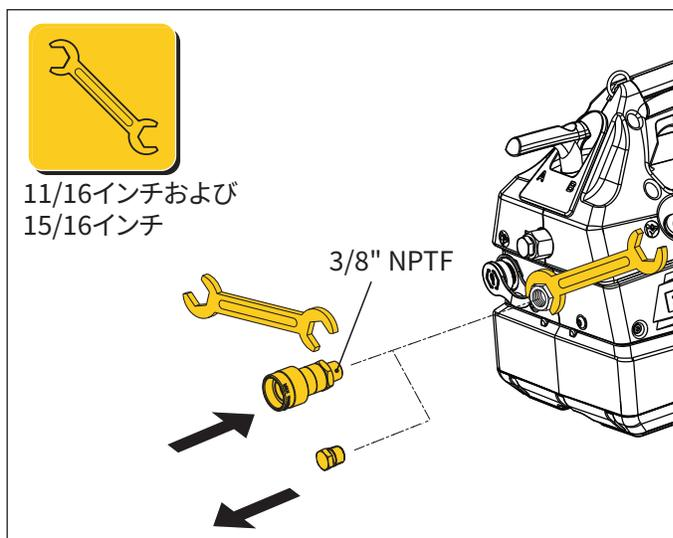

図3: ポンプへの油圧接続部
1. 油圧接続部の接続を行っている間は、ポンプが始動しないよう、ポンプの電源スイッチがオフ (O) になっているか、またはポンプからバッテリーが取り外されていることを確認します。
- 注記** 手順3~6については、図3を参照してください。